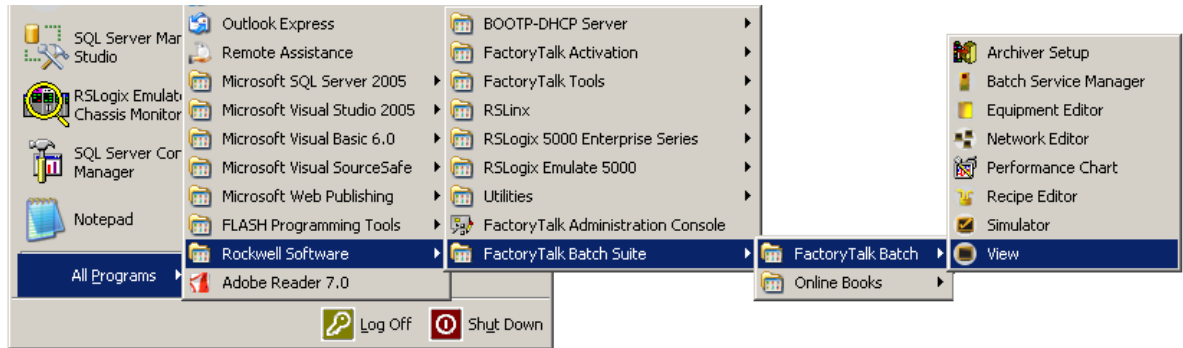

Figura 74. Acceso al Batch View
- Abrir la aplicación en la siguiente ruta: start / All Programs / Rockwell Software / FactoryTalk Batch Suite / FactoryTalk Batch / View. Ver Figura 74.